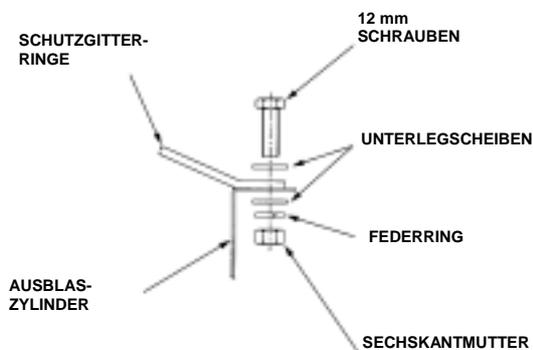

Abb. 15 - Anbringen des Lüfter-Schutzgitters auf den Ausblaszylinder
2. Befestigen Sie die Gitter an jeder Bohrung wie in Abb. 15 dargestellt
4. Befestigen Sie die Gitter an jeder Bohrung, wie in Abb. 15 dargestellt. Verschrauben Sie die Schutzgitter und den Stützrahmen an den vier Auflagepunkten mit dem Ausblaszylinder.